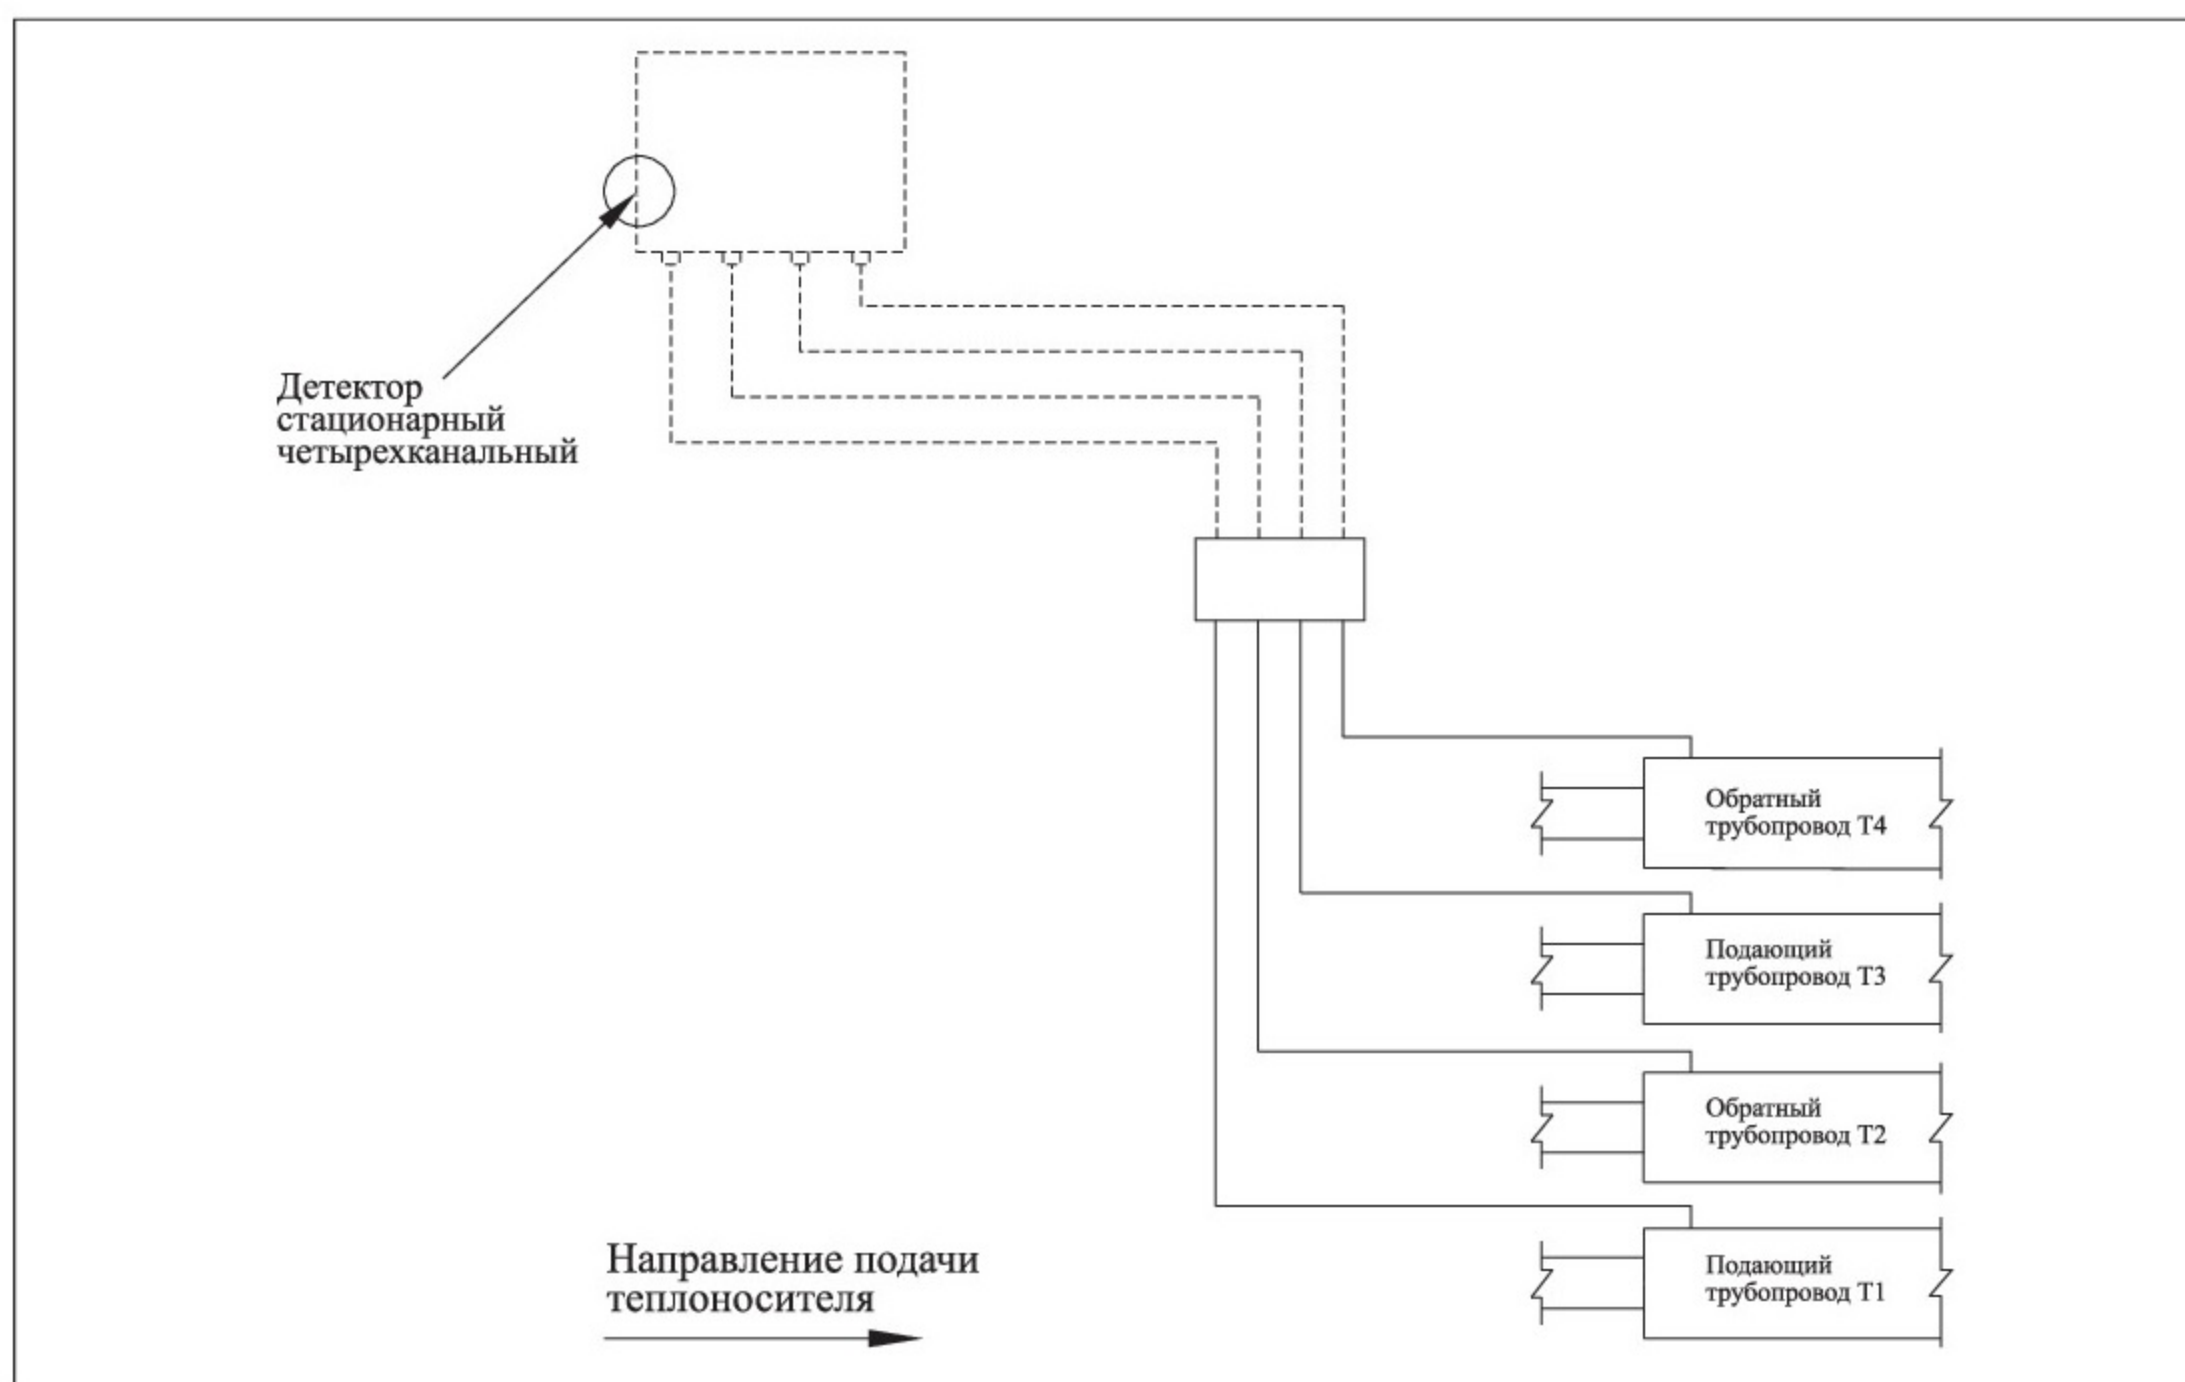

Рис. 6 Подключение стационарного четырехканального детектора
- 1.2. Подключение стационарного четырехканального детектора. **Рис. 6, 11***